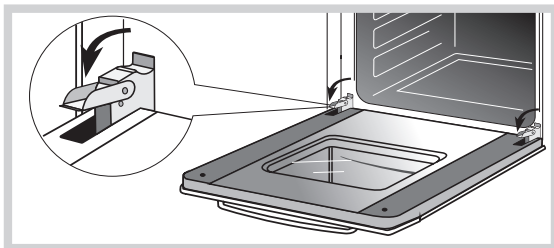

Рис. 20
- поднимите и поверните до упора рычаги, расположенные на двух шарнирах (рис. 20),